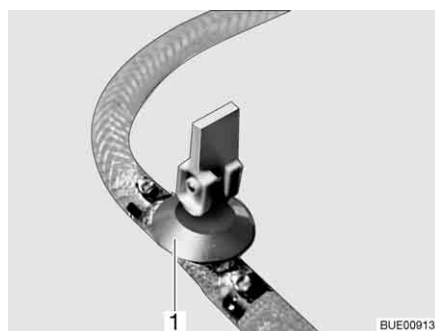
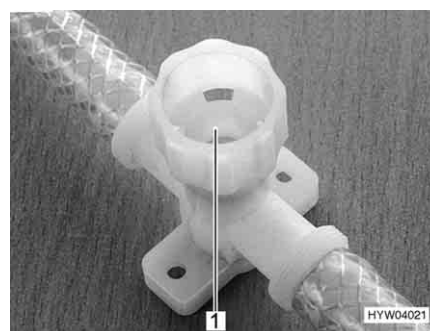

Fig. 211 Robinet de vidange (avec levier à bascule)
Fig. 212 Robinet de vidange (avec capuchon tournant)
- Ouvrir tous les robinets de vidange. Placer pour ce faire le levier à bascule (Fig. 211,1) à la verticale ou faire tourner le capuchon du robinet de vidange (Fig. 212,1) dans le sens inverse des aiguilles d'une montre.